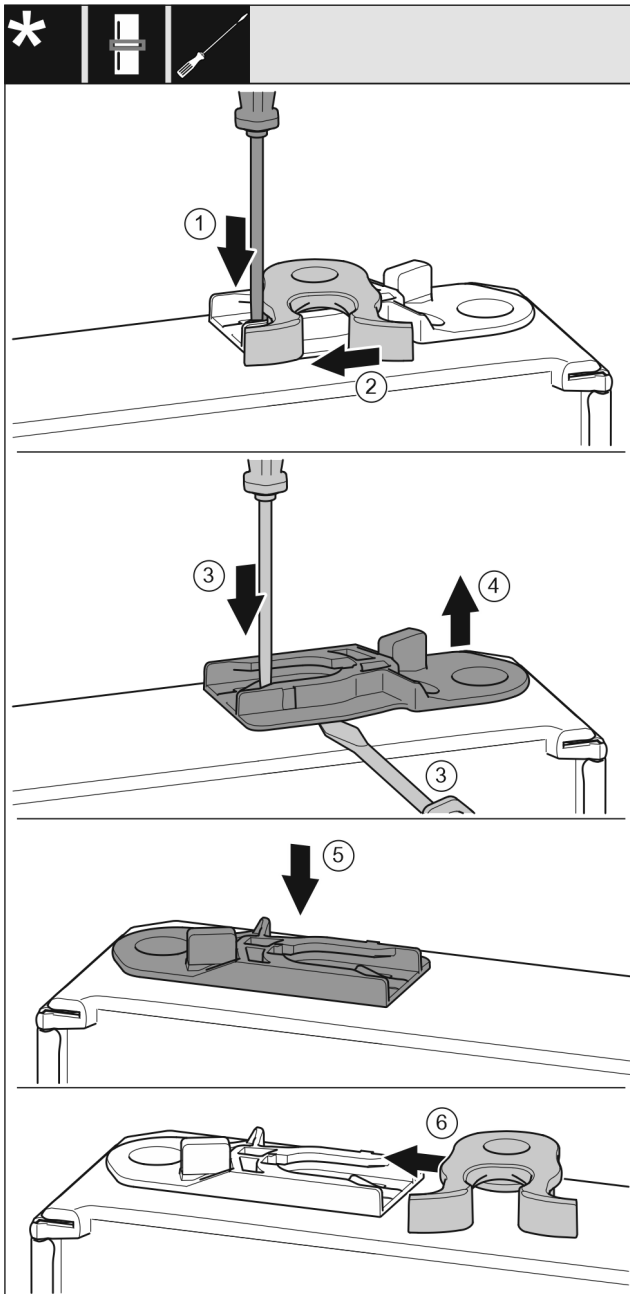

Fig. 52 *
- Lasche Fig. 52 (1) mit Schlitzschraubendreher nach unten drücken.*
- Schließhaken Fig. 52 (2) aus Führung ziehen.*
- Führungsbuchse Fig. 52 (3, 4) herausziehen: Lasche mit Schlitzschraubendreher drücken und gleichzeitig mit Schlitzschraubendreher unter Führungsbuchse fahren.*
- Im Lieferumfang beiliegende Führungsbuchse Fig. 52 (5) auf anderer Gehäuseseite einschieben.*
- Schließhaken Fig. 52 (6) in Führung schieben.*